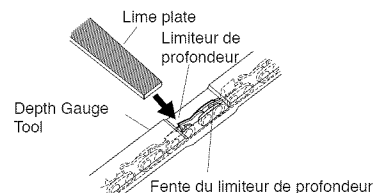

Figure 16 - Position de l'outil pour limiteur de profondeur sur la chaîne
1. Placer l'outil pour limiteur de profondeur fermement par-dessus 2 taillants. S'assurer que le limiteur de profondeur entre dans la fente de l'outil. (voir la Figure 16.)